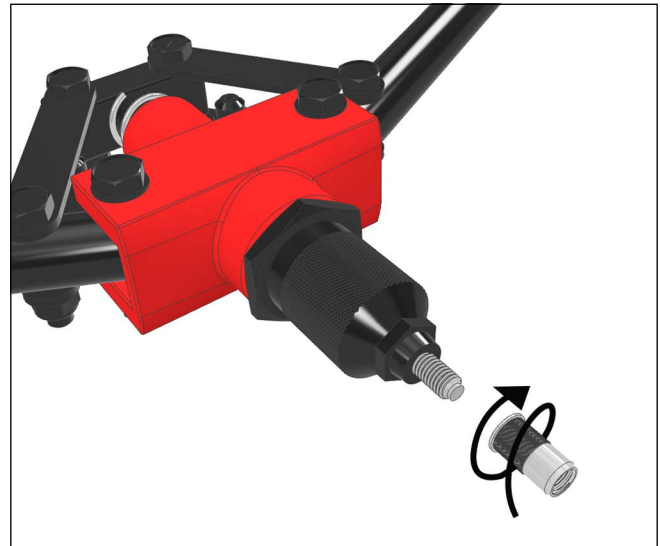

Figure 1
1. Locate the prefabricated holes on the interior side of the locking stile. Prepare a rivet nut tool with a M5 mandrel and twist on the supplied M5 rivnut. See Figure 1. **Ubique los huecos prefabricados en el lado interior del perfil lateral del panel que tiene el candado. Prepare la remachadora con un mandril M5 girando el remache M5. Vea la figura 1.**